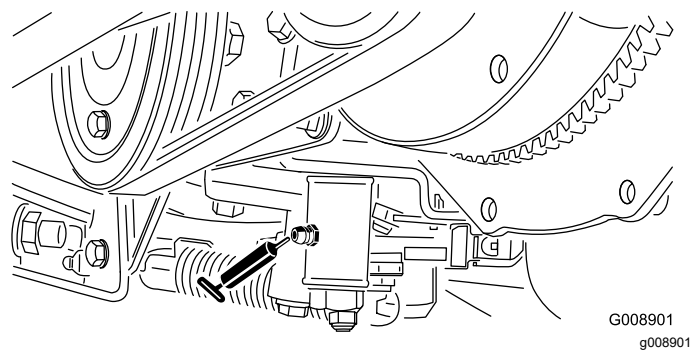

Figure 38
- Mécanisme de réglage du point mort (Figure 38)